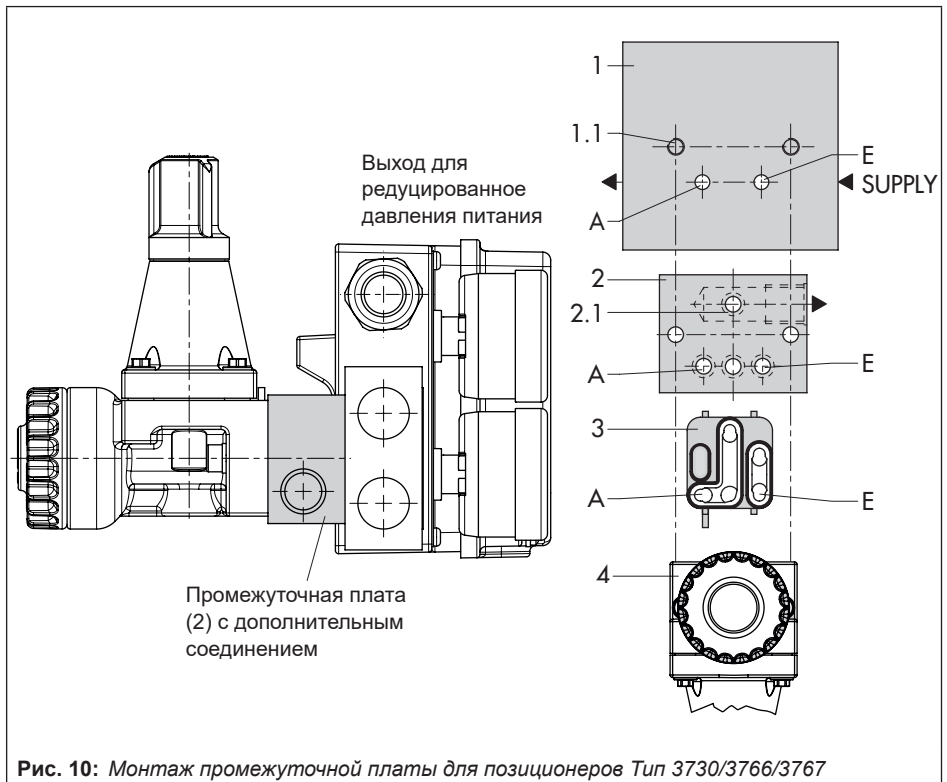
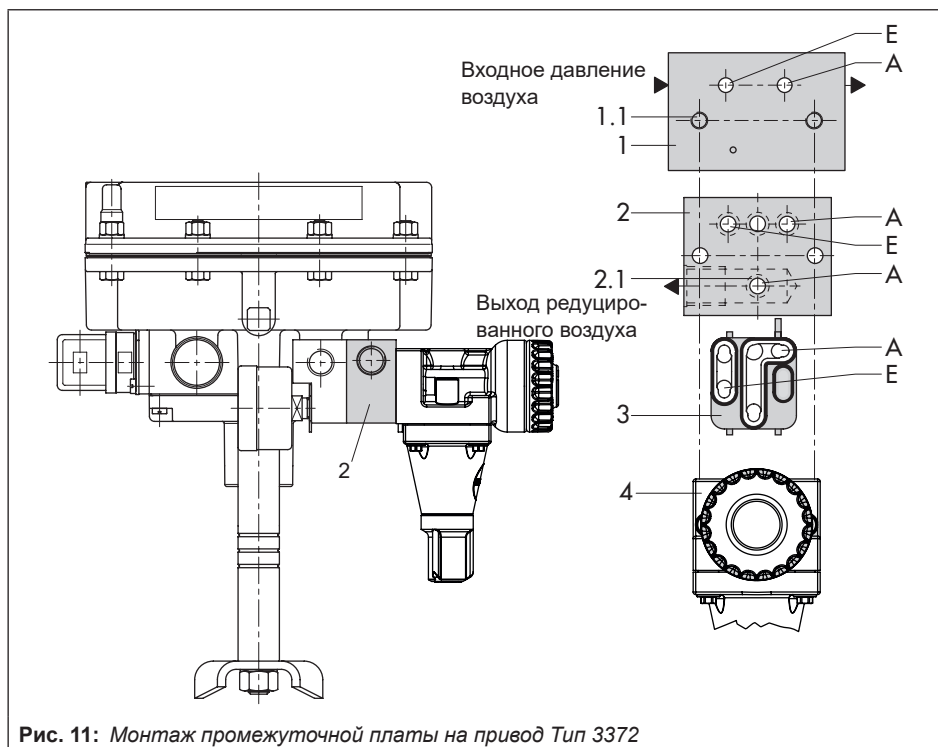

Рис. 10: Монтаж промежуточной платы для позиционеров Тип 3730/3766/3767
Рис. 11: Монтаж промежуточной платы на привод Тип 3372
1. Вывинтите крепёжные винты и снимите регулятор давления (4) вместе с уплотнением распределителя (3) с адаптерной платы (1), не изменив при этом положение уплотнения распределителя в регуляторе давления.
→ Удлинённый резиновый штуцер уплотнения распределителя (3) всегда должен смотреть в направлении выпускного отверстия регулятора (редуцированное давление питания) (см Рис. 10 и Рис. 11).
2. Вставьте уплотнительные кольца (2.1) в отверстия промежуточной платы (2).
4. Установите регулятор давления (4) с уплотнением распределителя (3) на промежуточной плате (2). Проденьте удлинённые крепёжные винты в соответствующие отверстия и крепко свинтите конструкцию.